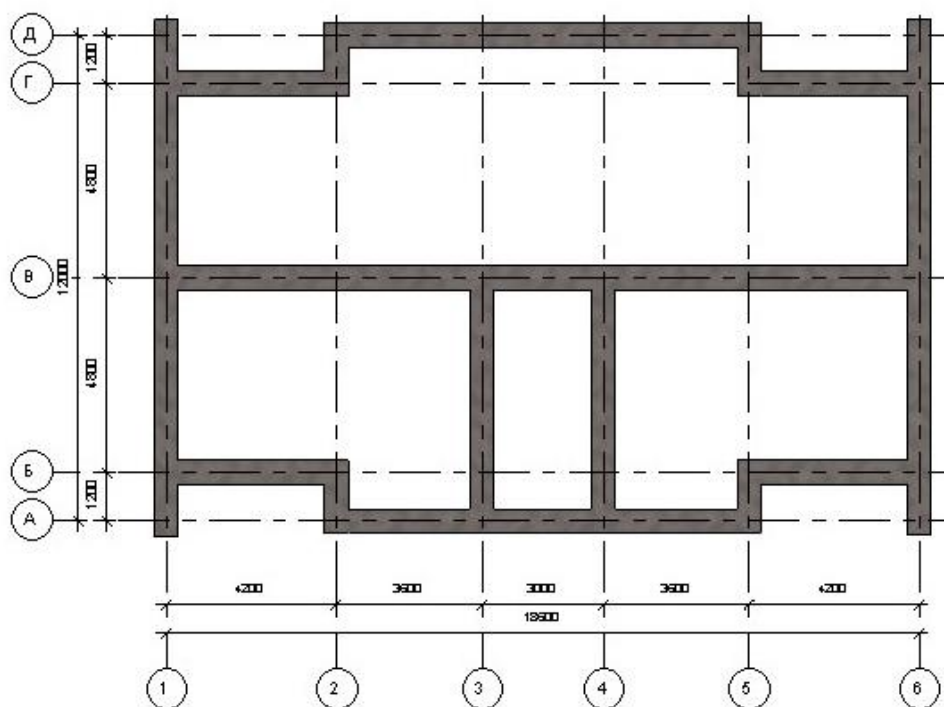

Рис. 2.14. Результат побудови фундаменту
- перейдіть на *План поверху* та подивіться на результат, рис. 2.14.